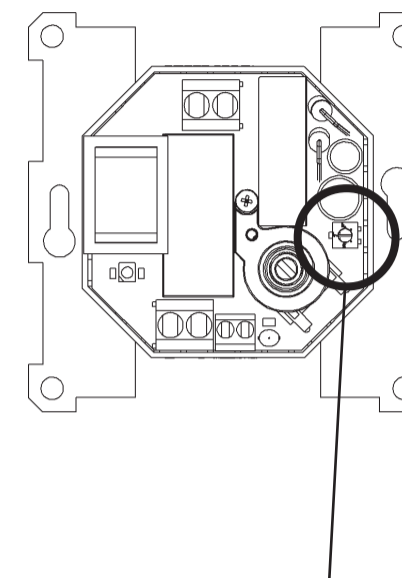

Fig. 5A
– положение микропереключателя показано на Рис. 5A. Термостат регулирует комнатную температуру с помощью встроенного датчика. Выносной датчик является ограничителем температуры – примерно 27 °C соответствует деревянным полам.
The thermostat regulates the room temperature by means of the built-in sensor. The external floor sensor operates as a temperature limiter. The setting as shown in Fig 5A of approx. 27 °C applies to wooden floors.